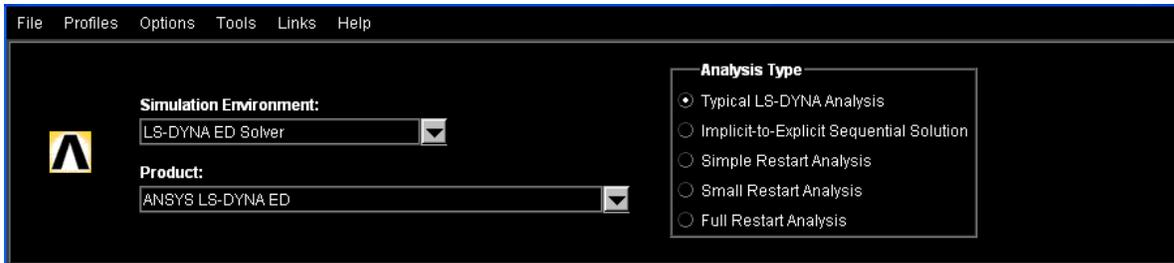

Рисунок 37. Выбор опции *LS-DYNA ED Solver*
- В раскрывающемся списке *Simulation Environment* следует выбрать пункт *LS-DYNA ED Solver* (Рисунок 37).
- В списке *Analysis Type* следует выбрать *Typical LS-DYNA Analysis* (Рисунок 37).